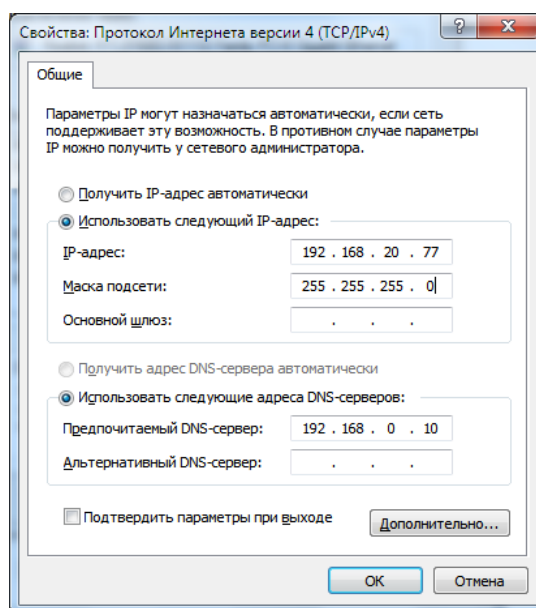

Рисунок 267 – Диалог "Свойства: Протокол Интернета (TCP/IP)"
- 3) Откройте свойства сетевого подключения и в соответствующем диалогом окне (см. Рисунок 267) установите IP-адрес компьютера в подсети 192.168.20.\* (например 192.168.20.77) или в подсети, соответствующей ранее установленному IP-адресу контроллера.